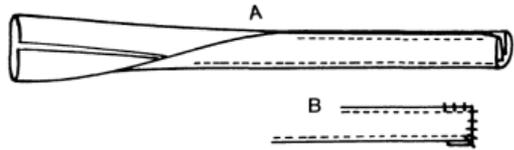

Рис. 296
ПЕТЛЯ-ВЕШАЛКА (РИС. 296)
2. Подогните ее дважды во внутрь, как показано на рис. 296 А, а затем прострочите вдоль каждого края.
3. Приколите ее к середине спинки изделия у основания воротника. — Загните ее концы на 6—7 см и прочно пришейте вручную в местах этих загибов (рис. 296 В).